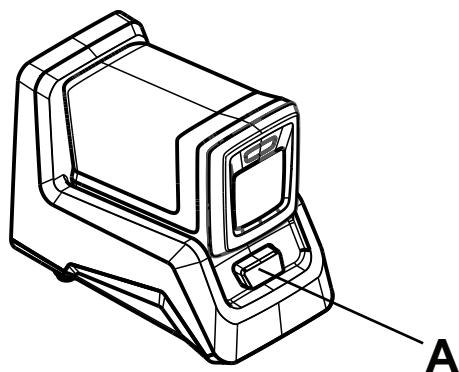

Figura 11 – Ricarica della batteria
2. Premere il pulsante di sblocco della batteria (A) e far scorrere la batteria carica per sbloccarla dal caricabatteria (Figura 11).